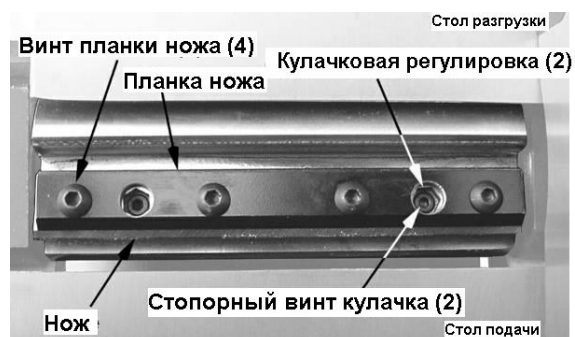

Рисунок 25
8. С помощью шестигранного ключа на 8 мм отрегулируйте кулачок (см. рисунок 25). Это очень чувствительная регулировка. Начните с поворота кулачка по часовой стрелке всего на несколько градусов.